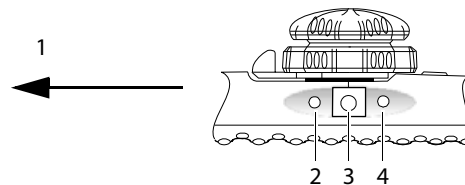

Abbildung 6 Bedienelemente der Abtastebenenrotation
Die Rotation der Abtastebene wird über einen Motor im Griff des Schallkopfs angetrieben, der mit Tasten am Griff gesteuert wird (siehe Abbildung 6).
| Biplanare Funktion ändern | <p>❖ Biplanaren Knopf (mittleren Knopf) auf dem Endoskopgriff drücken. Siehe Abbildung 6.</p> <p>Die Abtastebene dreht sich mit voller Geschwindigkeit von der aktuellen Position in die orthogonale Position. (Ist die aktuelle Position beispielsweise 22°, dreht sich die Abtastebene zur Position von 112°. Ist die aktuelle Position 162°, dreht sich die Abtastebene zur Position von 72°.)</p> <p>Durch erneutes Drücken des Knopfes dreht sich die Abtastebene zur Originalposition zurück.</p> |
- 3 Die Steuerknöpfe der Abtastebene am Griff drücken, um die Abtastebene gegen den Uhrzeigersinn (0° bis 180°) und im Uhrzeigersinn (180° bis 0°) zu drehen. Siehe Abbildung 6.